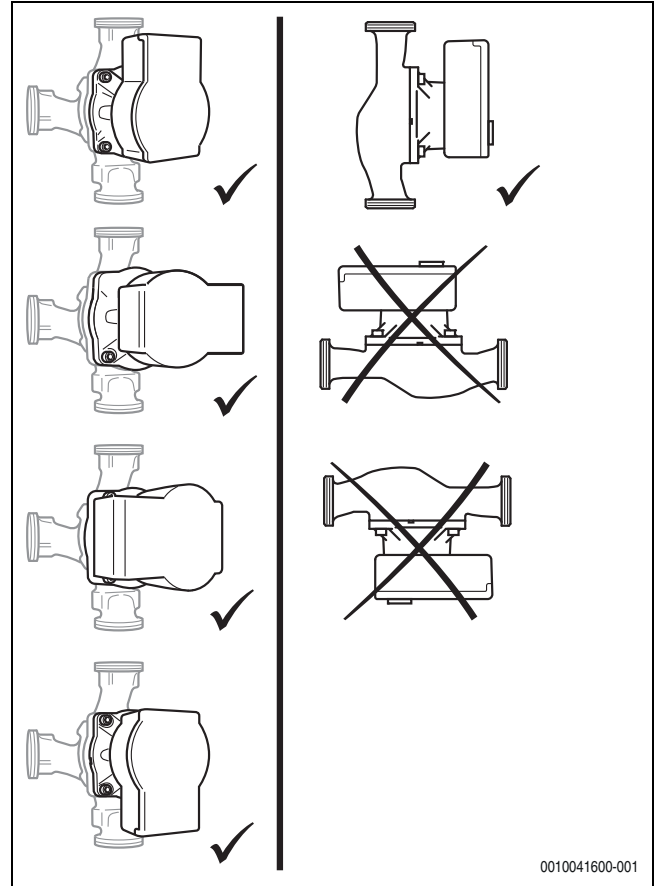

Fig. 12 Positions de montage autorisées
- Choisir un emplacement de montage conforme à la position de montage autorisée (→ fig. 12)